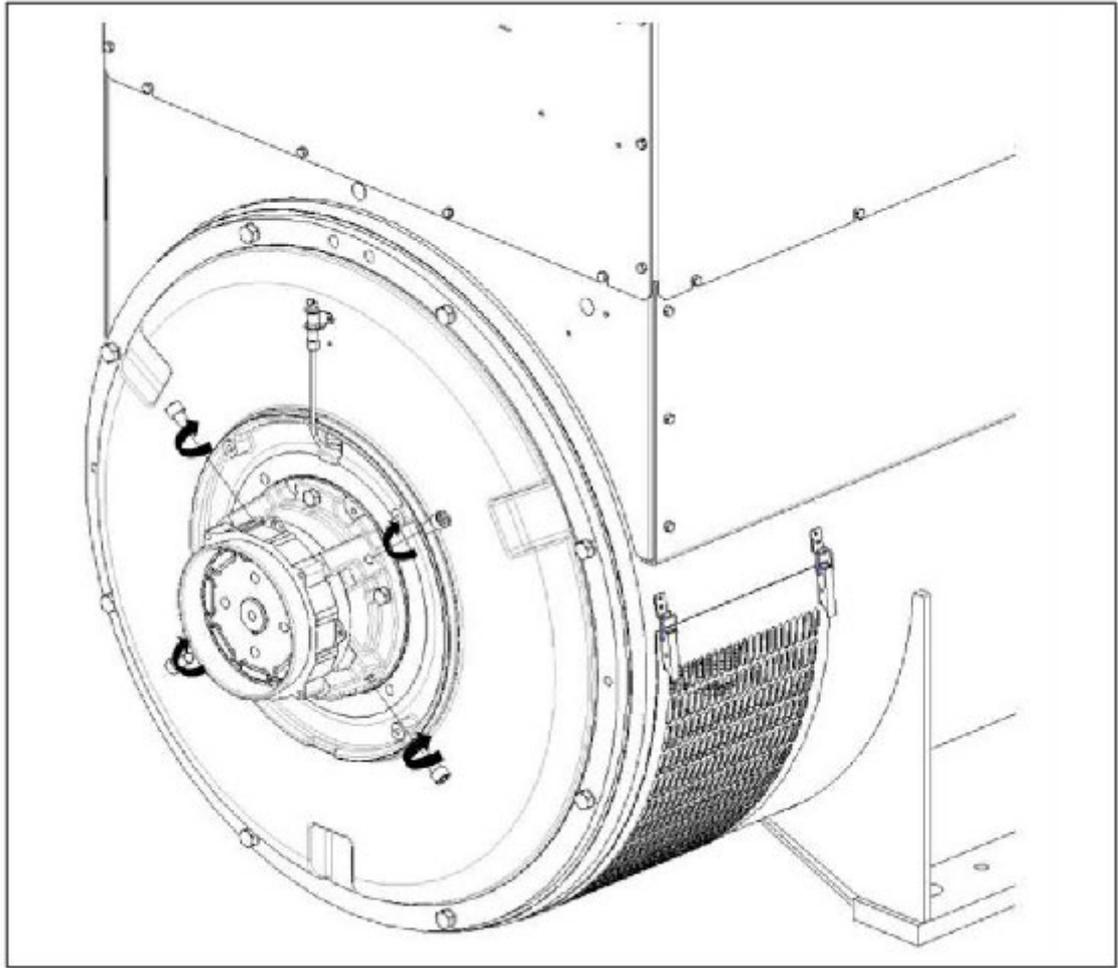

图 19. 转子运输支撑螺钉取下和安装说明
4. 用 4 个随附的堵洞螺钉替换运输支撑螺钉，并拧紧至 50 Nm。请参阅：图 19 在第 xx 页 32。
2. 找到并取下非驱动端轴承盖上的 4 个堵洞螺钉。请参阅：图 19 在第 xx 页 32。